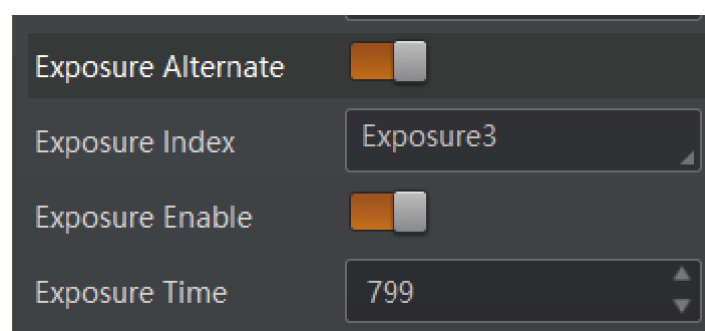

图3-13 交替曝光
5. 在 Exposure Time 中设置所选参数的曝光值，如图 3-13 所示。